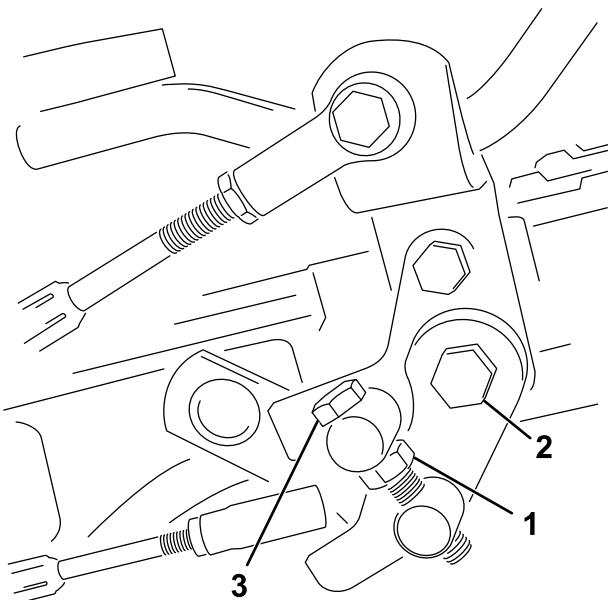

Figura 51
1. Liberte a porca de bloqueio do parafuso do eixo (Figura 51).
- Aperte a porca de bloqueio no parafuso do eixo e a porca na articulação do pedal para bloquear o ajuste (Figura 51). Verifique o ajuste e ajuste se for necessário.